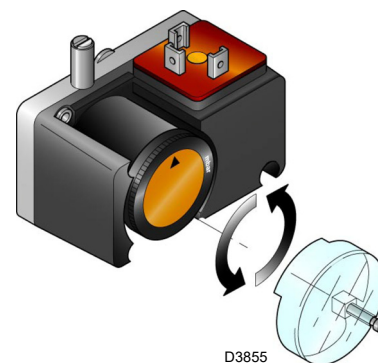

Fig. 37
- Regolare il pressostato per il controllo di tenuta (Kit PVP)(Fig. 37 a pag. 35), se presente, secondo le istruzioni a corredo del kit stesso.
Regolare il pressostato per il controllo di tenuta (kit PVP)(Fig. 37) secondo le istruzioni a corredo del kit stesso.